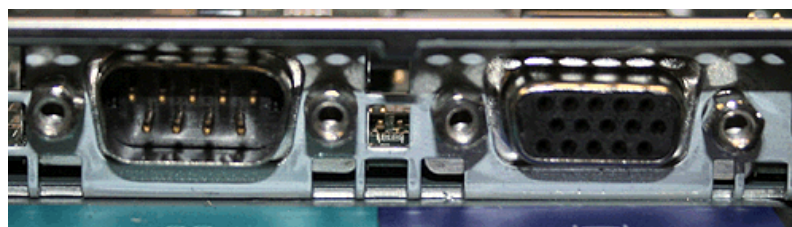

図 285. SAN ボリューム・コントローラー 2145-8G4 のシリアル・ポートとビデオ・ポート
3. サーバーの後部で、入出力ポートの横の 4 個の絶縁体ねじを再取り付けします。図 285 は、絶縁体ねじの位置を示しています。